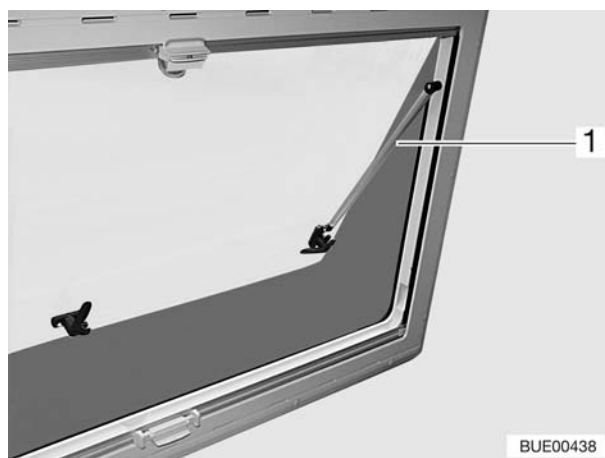

Bild 50 Ausstellfenster, geöffnet
- Ausstellfenster bis zur gewünschten Raststellung öffnen. Teleskopschiene (Bild 50,1) rastet selbstständig ein.